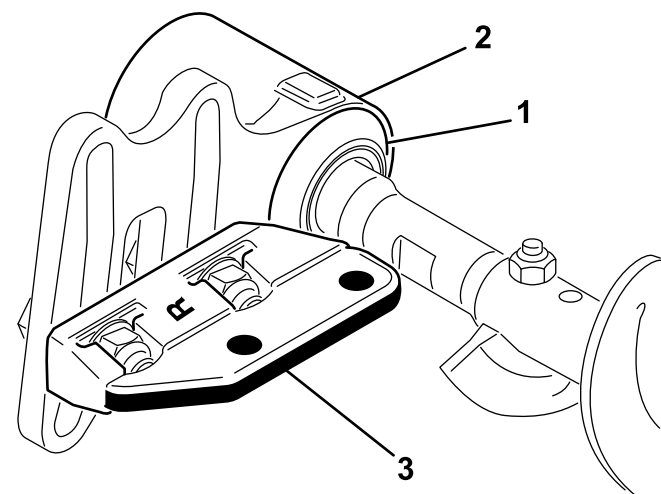

図 26
11. 各エクスクルーダシールを外側にずらし、シールのリップがそれぞれのベアリングハウジングに軽く接触するようにする 図 26。